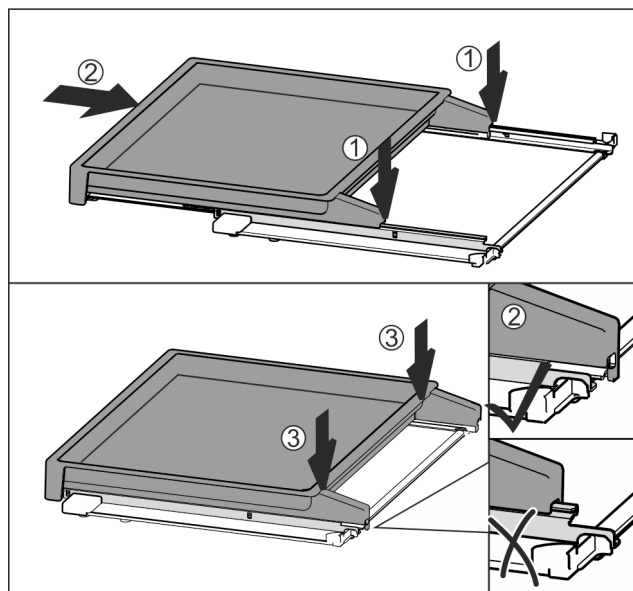

Fig. 134
- ▶ Nasadte uprostřed na kolejničky Fig. 134 (1).
- ▶ Vysouvací přihrádku zcela zasuňte Fig. 134 (2).
- ▶ Zatlačte pak na zadní straně, až slyšitelně zacvakne Fig. 134 (3).